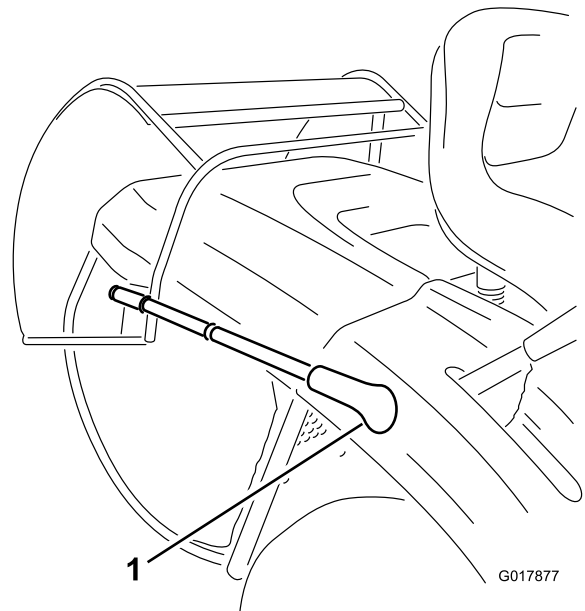
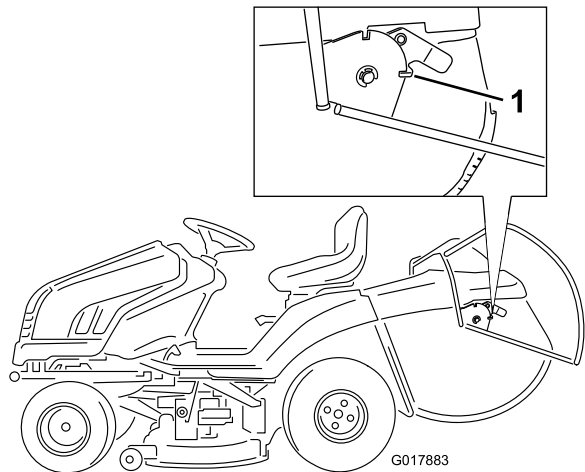

Bild 17
Bild 18
3. Ziehen Sie den Kipparm des Heckfangsystems nach vorne und kippen Sie das Heckfangsystem (Bild 17), bis der Sperrriegel einrastet und das Heckfangsystem in der offenen Stellung arretiert (Bild 18).